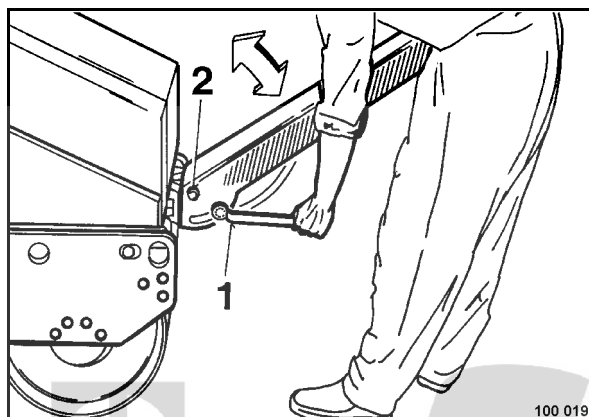

fig. 13
- Desserrer les écrous 2 (fig. 13) gauche et droit.
- Desserrer les écrous (1) gauche et droit et régler le timon à la bonne position de travail.